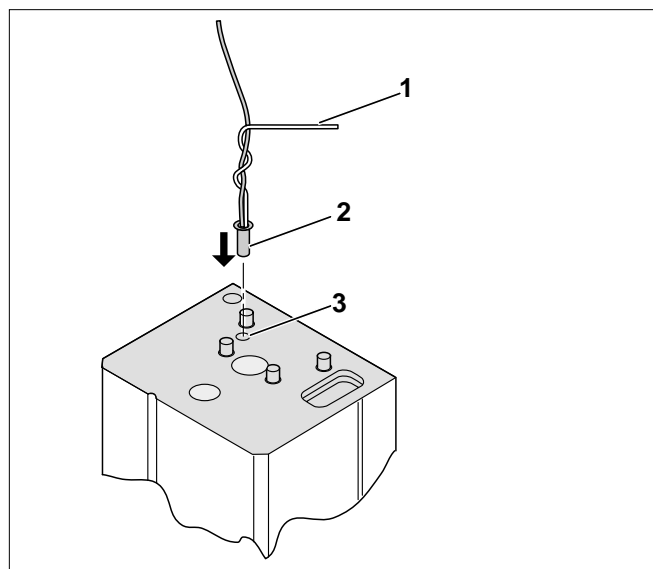

Fig. 10 Montaggio della sonda (schizzo di principio)
- Appendere la sonda ed il suo cavo al filo metallico di guida (Fig. 10).
- Inserire il cavo della sonda con il filo metallico di guida fino alla piegatura del pozzetto ad immersione (Fig. 10, Pos. 3).
Legenda Fig. 10: